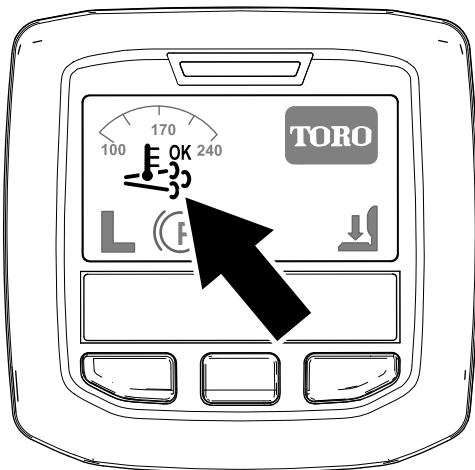

Figura 45
- Nell'InfoCenter viene visualizzata l'icona di rigenerazione assistita/ripristino (Figura 45).